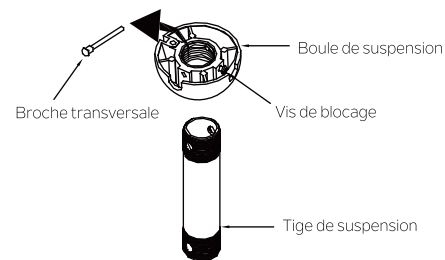

Fig. 6
**Étape 2.** Retirez la boule de suspension de la tige de suspension en desserrant les vis de blocage, en dégageant la broche transversale et en dévissant la balle de la tige. ( Fig. 6)